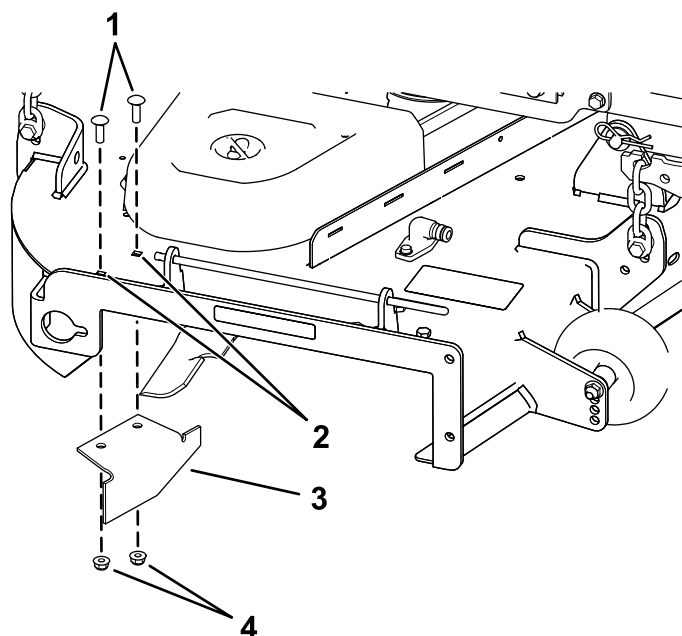

Bild 20
14. Suchen Sie das Versatzablenkblech in den losen Teilen und entfernen Sie die Befestigungen in den hinteren Löchern der Auswurfplatte. Befestigen Sie das Ablenkblech in der Seitenauswurföffnung am Mähwerk (Bild 20).